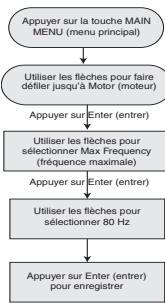

Figure 11 – Sélectionner 80 Hz (fonctionnement submersible triphasé uniquement).
- B. Suivre la séquence de pression des touches illustrée à la figure 11.
Appuyer sur *Main Menu* (menu principal) et suivre la séquence de pression des touches illustrée à la figure 11. Veiller à appuyer sur *ENTER* (entrée) pour enregistrer la nouvelle *Max Frequency* (fréquence maximale) sélectionnée. Le mécanisme d'entraînement utilisera dès lors la nouvelle valeur sélectionnée.